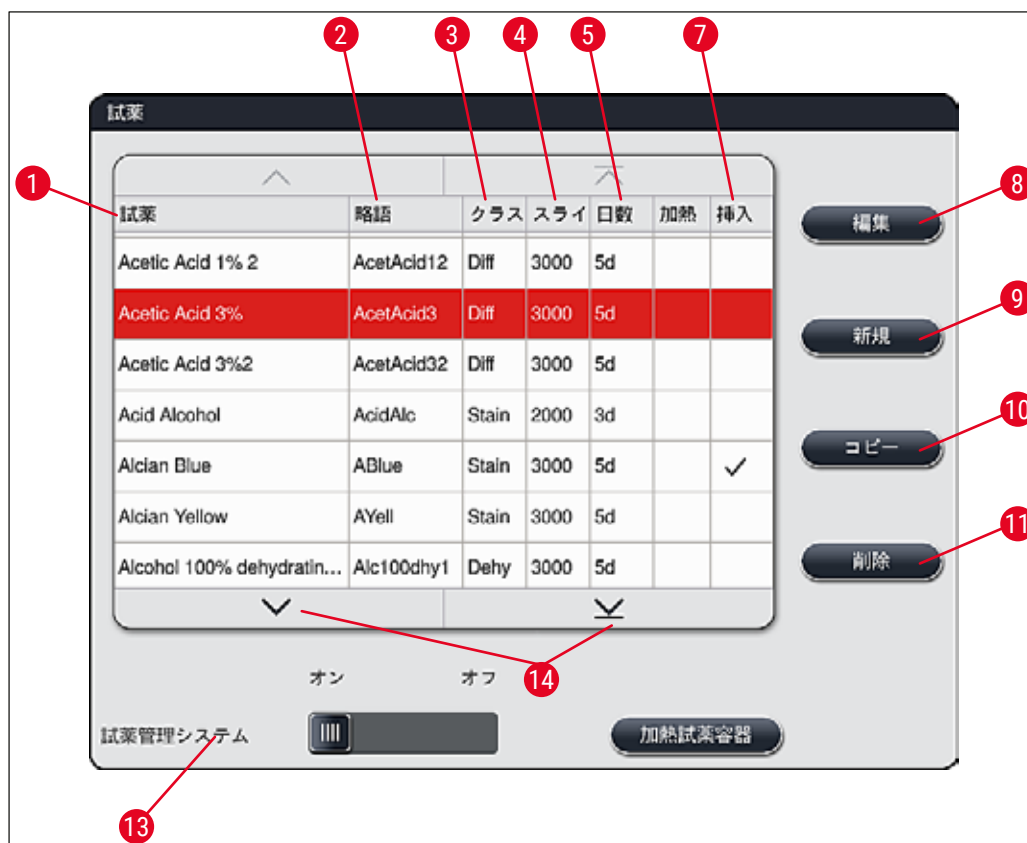

図36
- 試薬リスト (→「図 36」) でコピーする試薬をタッチ (選択) し、「コピー」 (→「図 36-10」) ボタンを押します。
- 試薬リスト (→「図 36」) で変更する試薬をタッチ (選択) し、「編集」 (→「図 36-8」) ボタンを押します。